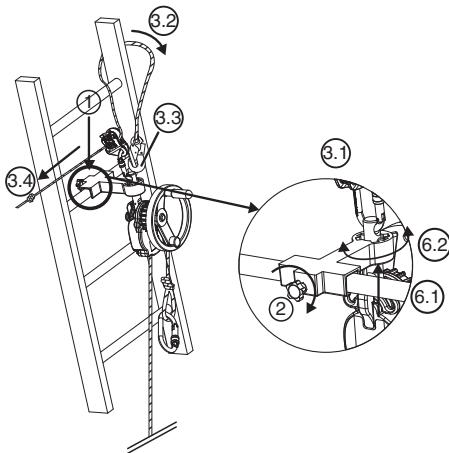

Fig. 7
### 6.3.3 Aparato DEROPE™ UP K (Fig. 7)
1. Colocar la consola de apoyo pequeña en el barrote de la escala en la posición requerida para realizar la operación de salvamento, por encima de la persona a evacuar (Fig. 7, 1).
2. Apretar el eje de bloqueo que se encuentra en la parte trasera de la consola de apoyo mediante el botón de apriete (Fig. 7, 2).
- Fijar el conector del dispositivo de ajuste LCM 05 en el agujero de la parte superior del eje de enganche (Fig. 7, 3.1).
- Pasar la correa de aseguramiento alrededor del barrote de la escalera situada encima de la consola rodeando uno de los montantes de la escalera (Fig. 7, 3.2).
- Conectar el conector de la correa de aseguramiento en el conector del dispositivo de ajuste LCM 05 (Fig. 7, 3.3).
- Tensar la correa de aseguramiento tirando del ramal libre (Fig. 7, 3.4).
6. Orientar el aparato DEROPE™ según la necesidad modificando la posición del eje de enganche en el dispositivo de indexación (Fig. 7, 6.1 – 6.2).